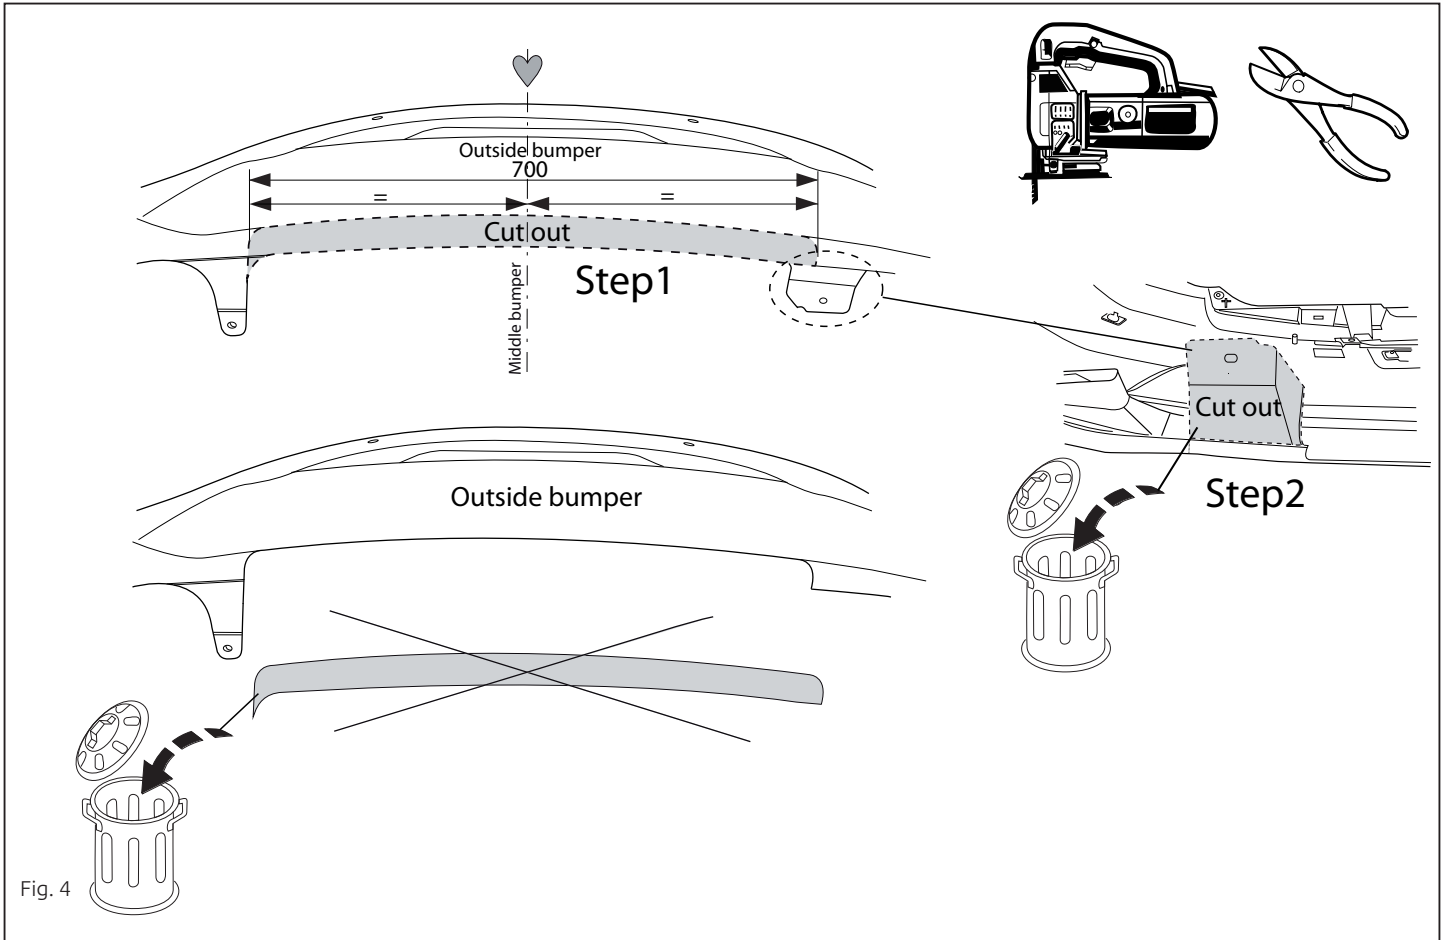

Fig. 4
13. Выпилить часть из бампера в середине снизу, как указано на рис. 4.